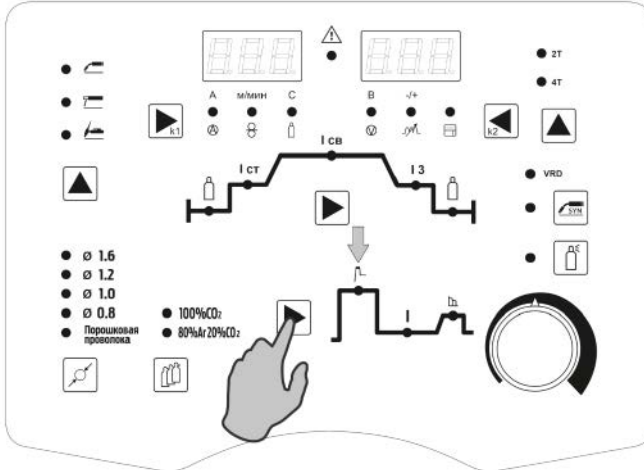

Рис. 10.1.3. Настройка горячего старта.
5. Установите значение горячего старта (выбирается для лучшего поджига дуги в начале сварки) (См. рис. 10.1.3). Значение силы тока горячего старта выбирается на циклограмме. Кнопкой (См. табл. 7.3.1, поз. 1) выберите параметр (См. табл. 7.3.1, поз. 2). Регулятором выставьте значение горячего старта на 20% больше от основного тока (См. табл. 7.0.1, поз. 11).